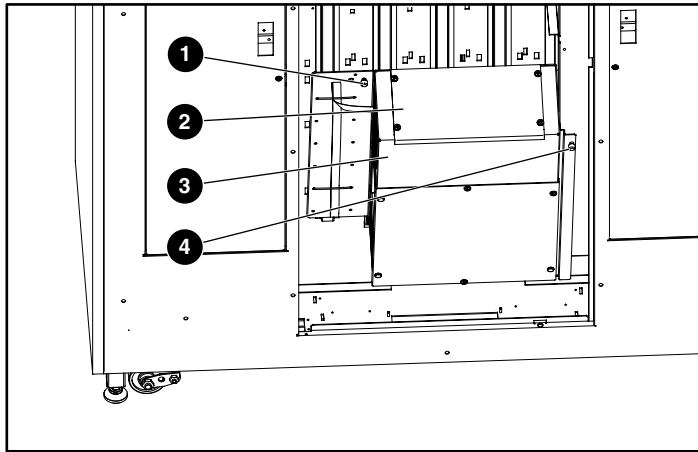

Figura 2: Apertura dell'alloggiamento dei componenti elettronici
4. Inclinare l'alloggiamento dei componenti elettronici verso l'esterno del cabinet (vedere la Figura 2).